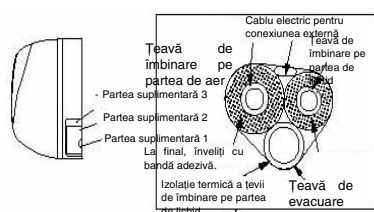

Fig. 1
2. Defaceți șurubul care fixează placa de acoperire de la tabloul de conexiune. (Vezi Fig. 1).
1. Atunci când instalați țeava pe partea din stânga sau dreapta, tăiați orice țeavă suplimentară rămasă la ramificația de ieșire a țevii de la baza unității. (Vezi Fig. 1).